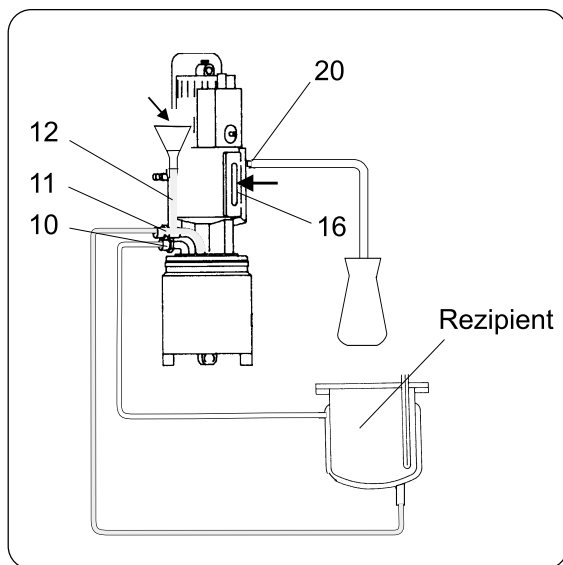

Bild 5
Beim Füllen Thermostaten höher als Rezipienten aufstellen oder aufhängen. (Siehe hierzu Bild 5, Seite 10). Erst nach vollständiger Befüllung mit Wärmeträgerflüssigkeit und bei geschlossenem Wärmeträgerflüssigkeitskreislauf kann der Thermostat tiefer als der Rezipient aufgestellt werden. Der Wärmeträgerflüssigkeitsstand muß dabei immer oberhalb des Druckanschlusses (11) liegen. Thermostaten nicht abdecken, der Elektromotor benötigt Kühlung, es besteht Brandgefahr.
Siehe hierzu Bild 5, Seite 10